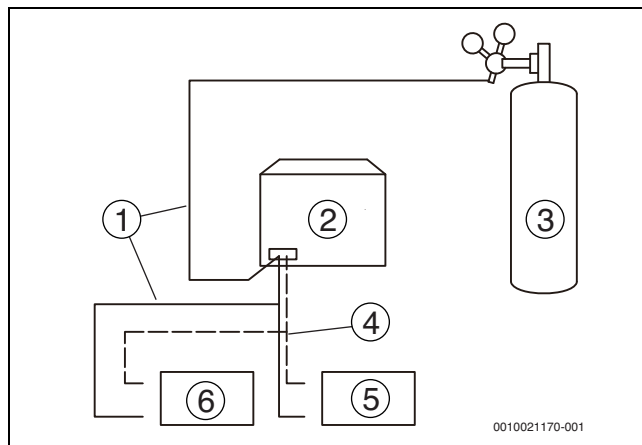

Bild 16
4. Bis auf die Öffnung der am weitesten von den Außeneinheiten entfernten Inneneinheit („Inneneinheit A“ in Abb. 16) alle flüssigkeitsseitigen (oder gasseitigen) Öffnungen mit Blindstopfen verschließen.